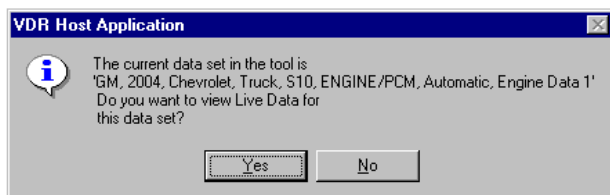

Figure 3.2 : boîte de message d'interrogation
- 2 Vérifiez les branchements et cliquez sur le bouton **OK** pour continuer. Cela déclenchera l'affichage d'une boîte de message d'interrogation (Figure 3.2 à la page 88).